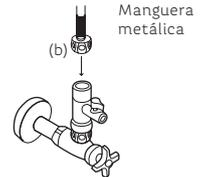

Figura 7.
3. Enrosca la manguera metálica (b) al adaptador (ver Figura 7).